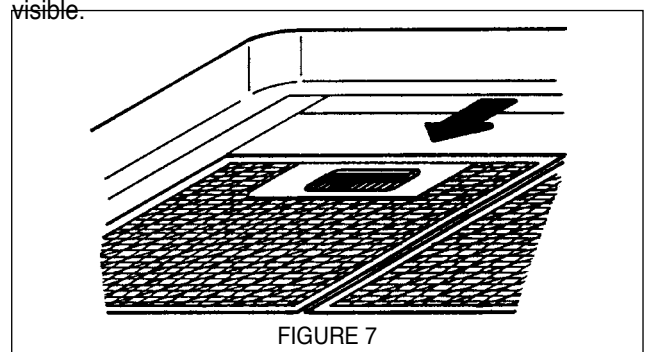

FIGURE 7
2. Remove the grease filters from the unit and set aside. The grease filters are removed by pressing the handle in front of the filter as indicated in FIGURE 7. When replacing, make sure that the filters are properly positioned with the handles in front and visible.
2. Retirer les filtres pour la graisse de l'appareil et mettre de côté. Retirer les filtres pour la graisse en pressant sur la poignée à l'avant du filtre, tel qu'il est illustré à la FIGURE 7. Au moment de les replacer, s'assurer que les filtres soient positionnés adéquatement, la poignée vers l'avant et visible.